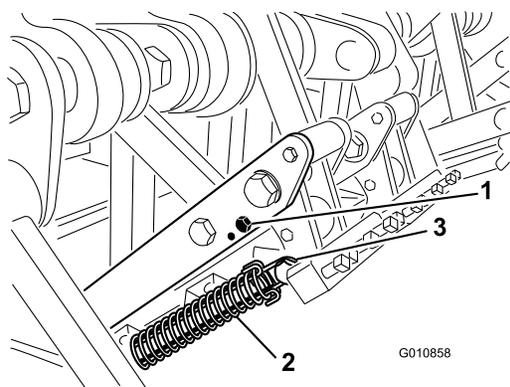

Bild 28
- Lösen Sie die Federspannung zum Zinkenkopf (Bild 28).
- Entfernen Sie die Anschlagschraube und den Anschlag vom Lenkerarm und setzen sie wieder in das andere Einstelloch ein (Bild 28).